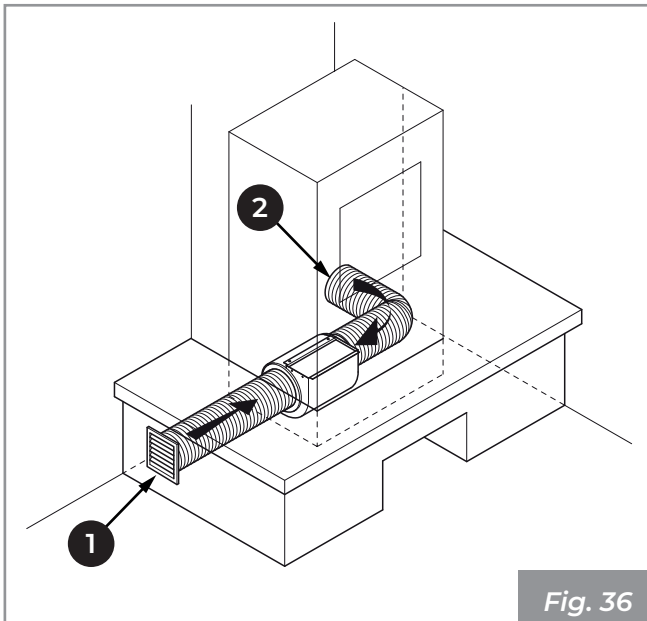

Fig. 36
- El ventilador ambiente debe necesariamente tomar el aire desde el exterior del revestimiento, a través de una oportuna canalización, como está representado en Fig. 36. Donde: